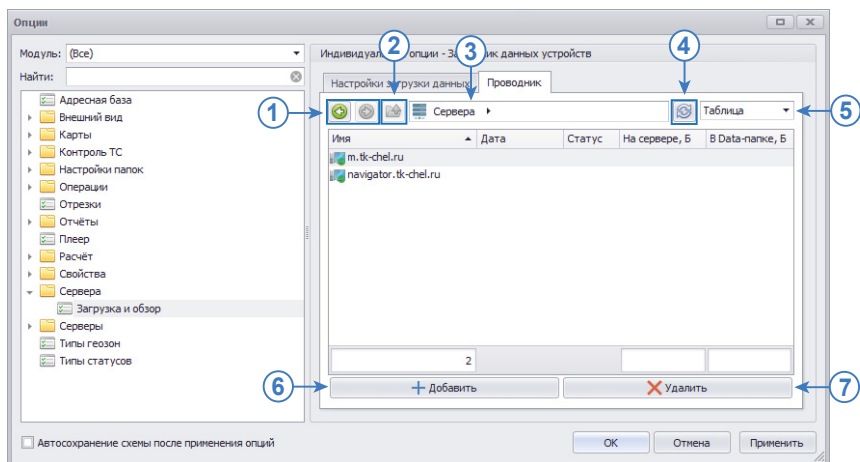

Рис.68. Проводник.
- Для перемещения между уровнями предусмотрены кнопки «Вперед» – переход к следующей папке (**Рис.68, п.1**) и «Назад» – переход к предыдущей папке (**Рис.68, п.1**). Вы также можете использовать комбинацию клавиш Alt+Left (Назад), Alt+Right (Вперед) для перемещения между директориями.
- Кнопка «Вверх» (или Atl+Up) позволяет перейти на уровень выше (**Рис.68, п.2**).
- Путь к текущему уровню отображается в строке слева от кнопки «Вверх» (**Рис.68, п.3**).
- Обновить список объектов текущего уровня можно, нажав кнопку «Обновить» (**Рис.68, п.4**). В процессе обновления иконка кнопки изменяется на .
- В выпадающем меню «Вид» вы можете выбрать вид списка объектов (**Рис.68, п.5**).
- Кнопка «Добавить» позволяет добавить новый объект в текущий список (**Рис.68, п.6**).
- Кнопка «Удалить» позволяет удалить выделенный объект из текущего списка (**Рис.68, п.7**).